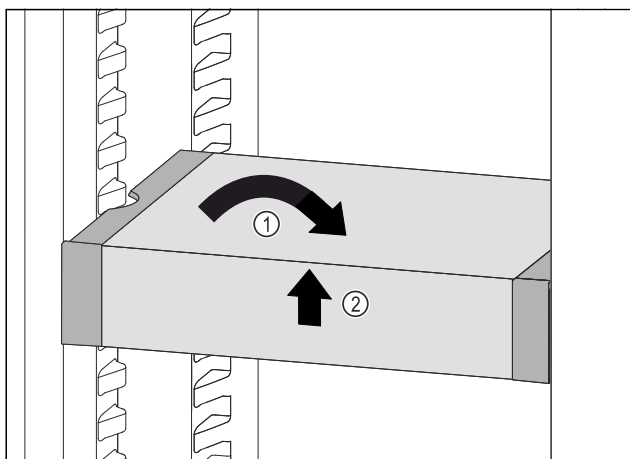

Fig. 57
- ▶ Установите VarioSafe прямо. Fig. 57 (1)
- ▶ Приподнимите VarioSafe спереди. Fig. 57 (2)